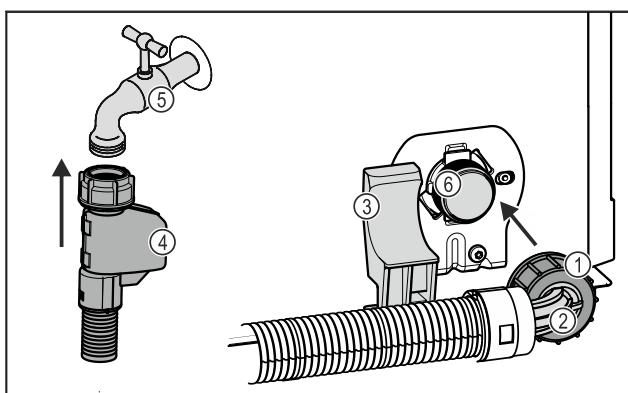

Fig. 8
- Priključite ravan završetak crijeva Fig. 8 (4) na slavinu Fig. 8 (5).